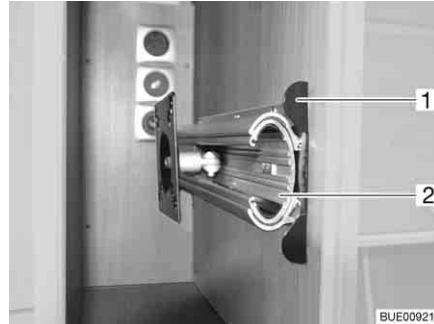

Bild 54 Halterung im TV-Schrank
- Entriegelungsleiste (Bild 54,1) hineindrücken.
- Auszug (Bild 54,2) bis zum Anschlag herausziehen.
- Auszug (Bild 54,2) einschieben, bis die Entriegelungsleiste (Bild 54,1) einrastet.